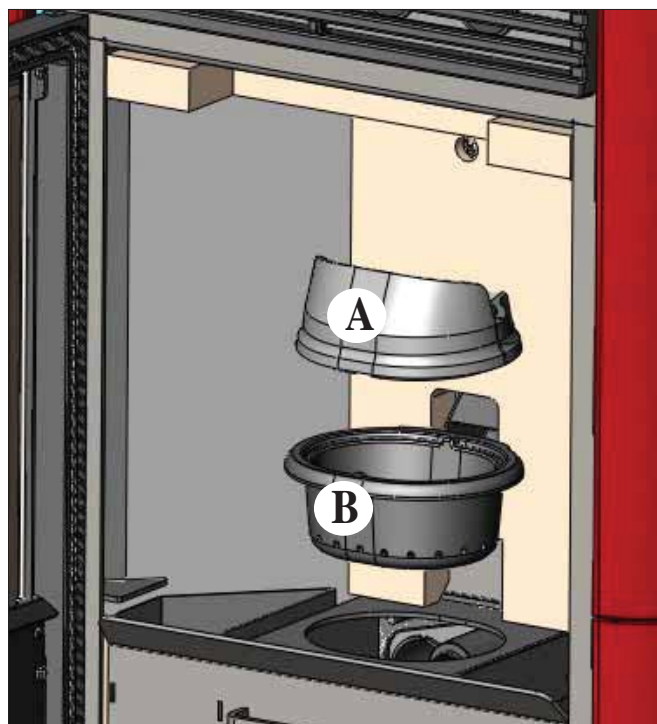

fig. 1
Após a limpeza normal, o acoplamento **NÃO CORRECTO** do recipiente superior (A) (fig. 1) com o recipiente inferior (B) (fig. 1) pode comprometer o funcionamento da estufa térmica.